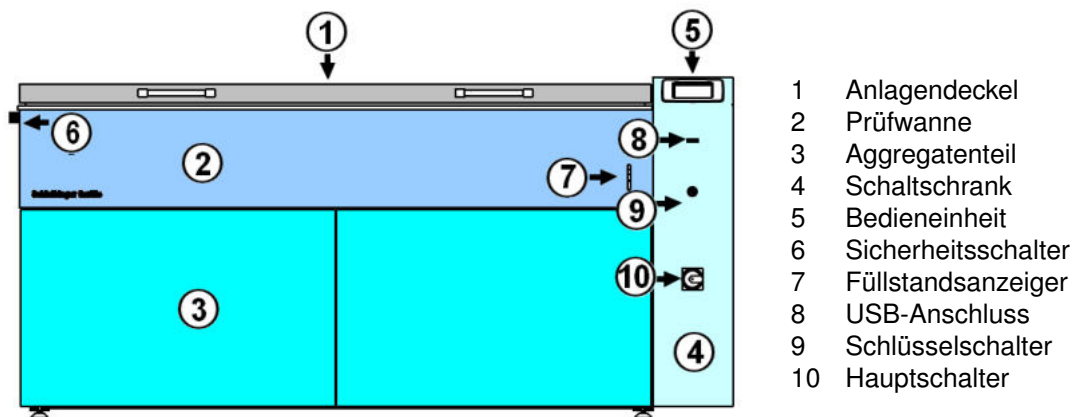

Abbildung 2: Aufbau der CDF-Anlage.
Die CDF/CIF-Prüfanlage wird als steckerfertiges Kompaktgerät in Truhenform geliefert. Diese besteht aus drei Hauptgruppen: Prüfwanne, Aggregateteil sowie Elektronik, Steuer- und Reglereinheit (Schaltschrank) (Abb. 2).
Die wärmeisolierte Prüfwanne (Abb. 2, (2)) ist aus hochwertigem Edelstahl hergestellt und mit einem wärmeisolierten Deckel (Abb. 2, (1)) versehen. Die Prüfwanne wird von der Wärmeträgerflüssigkeit durchströmt und garantiert eine gleichmäßige Temperaturverteilung. In die Prüfwanne können Probenbehälter aus Edelstahl mit Hilfe der Stege oder geeigneter Rahmenvorrichtung eingehängt werden. Der Kältespeicher ist an die Prüfwanne gekoppelt.
Unterhalb der Prüfwanne befindet sich der Aggregatenteil, welcher die Kälteanlage und die Baugruppen zur Umwälzung und Temperierung enthält (Abb. 2, (3)).
Der Schaltschrank beinhaltet die Regel- und Steuereinheit der Anlage und ist rechts an der Truhe angebaut (Abb. 2, (4)). Trennen Sie die Stromversorgung vor Wartungsarbeiten. Alle Installations- und Wartungsarbeiten an der Elektrik und der Elektronik dürfen nur von qualifizierten Fachpersonal gemäß allen geltenden Vorschriften und Normen durchgeführt werden.
Die Bedienung der Anlage erfolgt über die Bedien- und Kontrolleinheit (Bildschirm) (Abb. 2, (5)). Bis zu 7 verschiedene Temperaturprofile können am Bildschirm eingegeben und ausgewählt werden. Das Starten und Stoppen eines Prüfprogramms kann nur am Bildschirm erfolgen.
Aus Sicherheitsgründen wird die Anlage bei Temperaturen unterhalb von 0 °C mit einem Sicherheitsschalter verriegelt (Abb. 2, (6)). Das Öffnen des Deckels der Anlage ist nur möglich, wenn der Hauptschalter an ist und die Temperatur im Temperierbad sich oberhalb von 0 °C befindet. Ist die Anlage stromlos oder die Temperatur im Temperierbad im negativen Bereich, wird der elektromagnetischer Sicherheitsschalter am Deckel aktiviert und der Deckel lässt sich nicht öffnen (Abb. 3).
Der Füllstandsanzeiger zeigt den Füllstand der Wärmeträgerflüssigkeit im Speicher an (Abb. 2, (7)). Der Füllstand sollte im Bereich des Optimum eingestellt sein und darf nicht unterhalb der Minimum-Markierung oder oberhalb der Maximum-Markierung liegen.
An der Anlage unterhalb des Bildschirms befindet sich ein Steckplatz für den mitgelieferten USB-Stick (Abb. 2, (8)). Verwenden Sie nur den mitgelieferten USB-Stick.
Die Bedieneinheit der Anlage (Bildschirm) kann gegen Zugriff mit einem Schlüsselschalter gesperrt werden (Abb. 2, (9)).
Der Hauptschalter der Anlage ist im unteren Bereich des Schaltschranks angebracht (Abb. 2, (10))